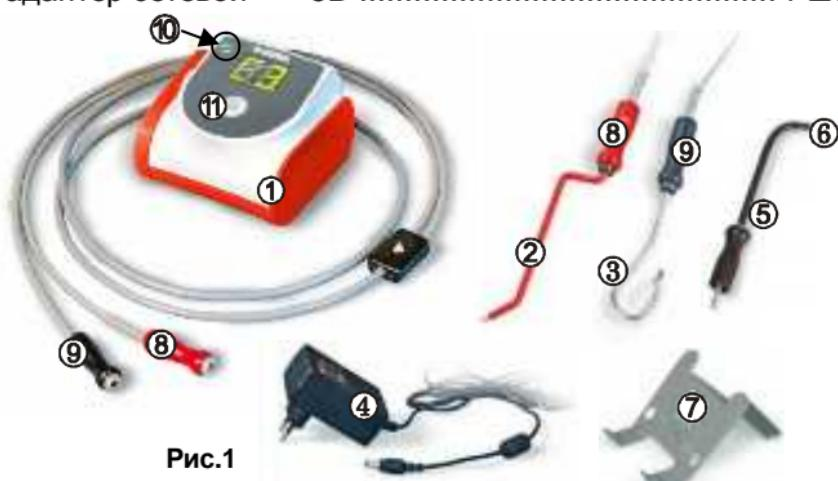

Рис.1
Установить электроды (см. рис.1):
4.2.1 Включить ЭОТ кнопкой (11, рис.1). На индикаторе кратковременно отображается заряд аккумулятора.